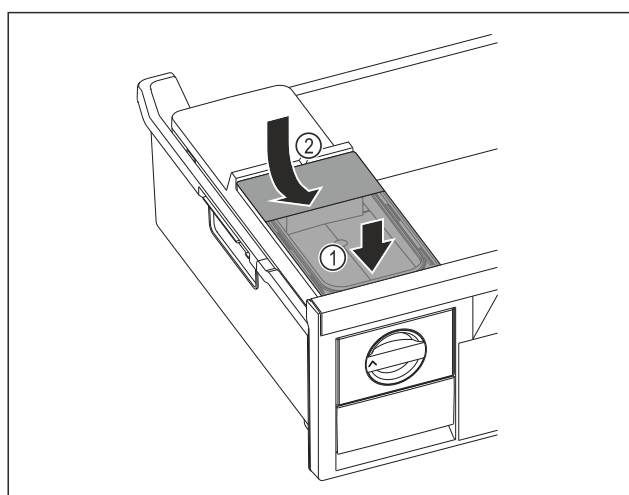

Fig. 127
- Așezați în față rezervorul de apă. Fig. 127 (1)
- Coborâți în spate rezervorul de apă. Fig. 127 (2)